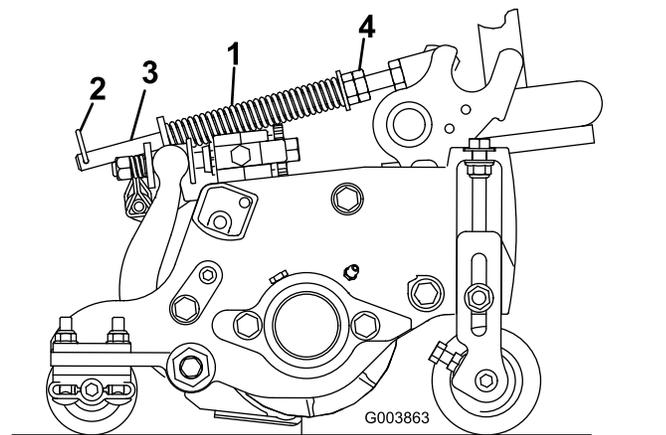

Figura 18
2. Aperte as porcas sextavadas na extremidade dianteira da haste da mola até que o comprimento comprimido da mola seja 12,7 cm nas unidades de corte de 12,7 cm, ou 15,9 cm nas unidades de corte de 17,8 cm (Figura 18).
A mola de compensação de relva (Figura 18) transfere peso do cilindro dianteiro para o cilindro traseiro. Isto ajuda a reduzir o efeito ondulado na relva, também conhecido como ondulação ou “bobbing”.
1. Certifique-se de que o pino de perno de gancho está instalado no orifício traseiro na haste da mola (Figura 18).